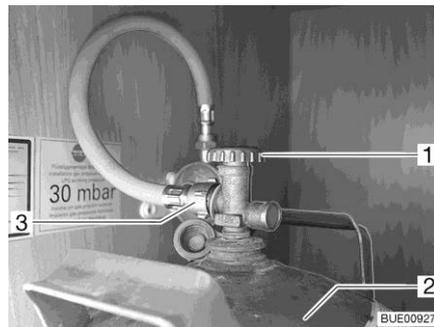

Fig. 94 Compartiment à gaz
- Fermer le robinet principal (Fig. 94,1) de la bouteille de gaz (Fig. 94,2). Observer le sens de la flèche.
- Dévisser la lyre (Fig. 94,3) de sur la bouteille de gaz.